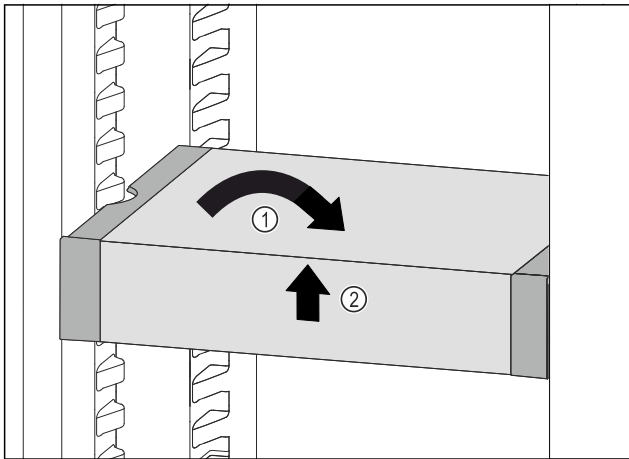

Fig. 201
- ▶ VarioSafe gerade stellen. Fig. 201 (1)
- ▶ VarioSafe vorne anheben. Fig. 201 (2)